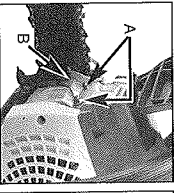

Fig. 17A
1. Retirez les 2 écrous (A) et retirez l'étouffeur. (Fig. 17A).